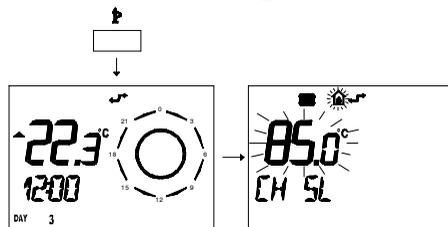

fig. 7.3
- Premere per più di 3 secondi il pulsante  per entrare in modalità **INFO**. (fig. 7.3)